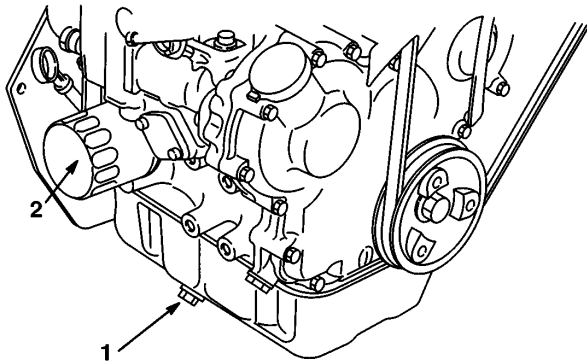

Abbildung 28
4. Eine Schale unter die Ölablaßöffnung stellen. Die Ablassschraube herausdrehen und das Öl vollständig ablaufen lassen (Abb. 28).